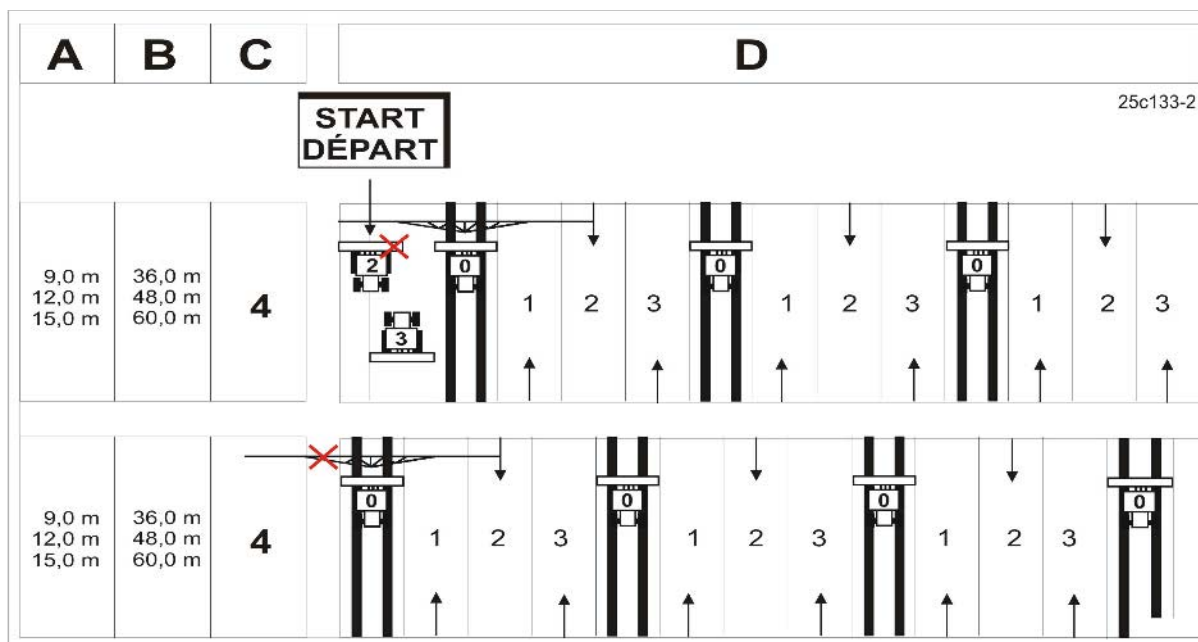

Fig. 62
- sperrt die Fahrgassenschaltung am Verteilerkopf über Schieber (Fig. 62/1) die Saatgut-Zuteilung zu den Saatgutleitungen (Fig. 62/2) der Fahrgassenschare
Die Saatgutzufuhr zu den Fahrgassenscharen wird unterbrochen, sobald der Elektromotor (Fig. 62/3) die entsprechenden Saatleitungsrohre (Fig. 62/2) im Verteilerkopf verschließt.
Ein Sensor (Fig. 62/4) prüft, ob die Schieber (Fig. 62/1), die die Saatleitungsrohre (Fig. 62/2) öffnen und schließen, ordnungsgemäß arbeiten.